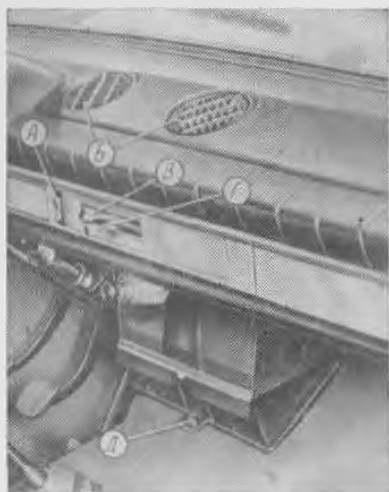

Рис. 1-11. Управление вентиляцией и отоплением кузова:
10. Рукоятка 9 управления краном для подвода нагретой охлаждающей жидкости от двигателя к отопителю. При перемещении ее вправо кран полностью открыт; переводя рукоятку влево и прикрывая кран, можно ограничить или полностью прекратить поступление подогретой жидкости в отопитель (см. также рис. 1-11).